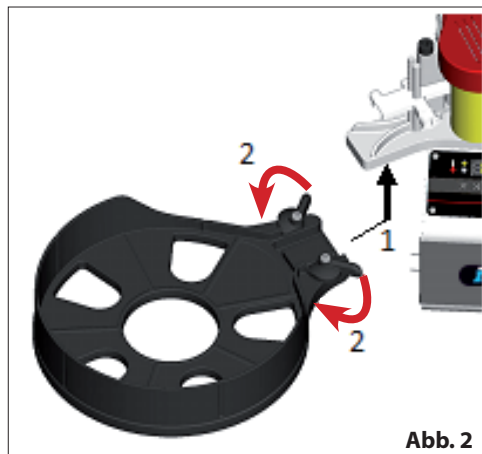

Abb. 2
- Positionieren Sie den Bandhalter von unten auf das Gehäuse der Kantenanleimmaschine und sichern Sie ihn durch Drehen der Halterungshebel (Abb.2).